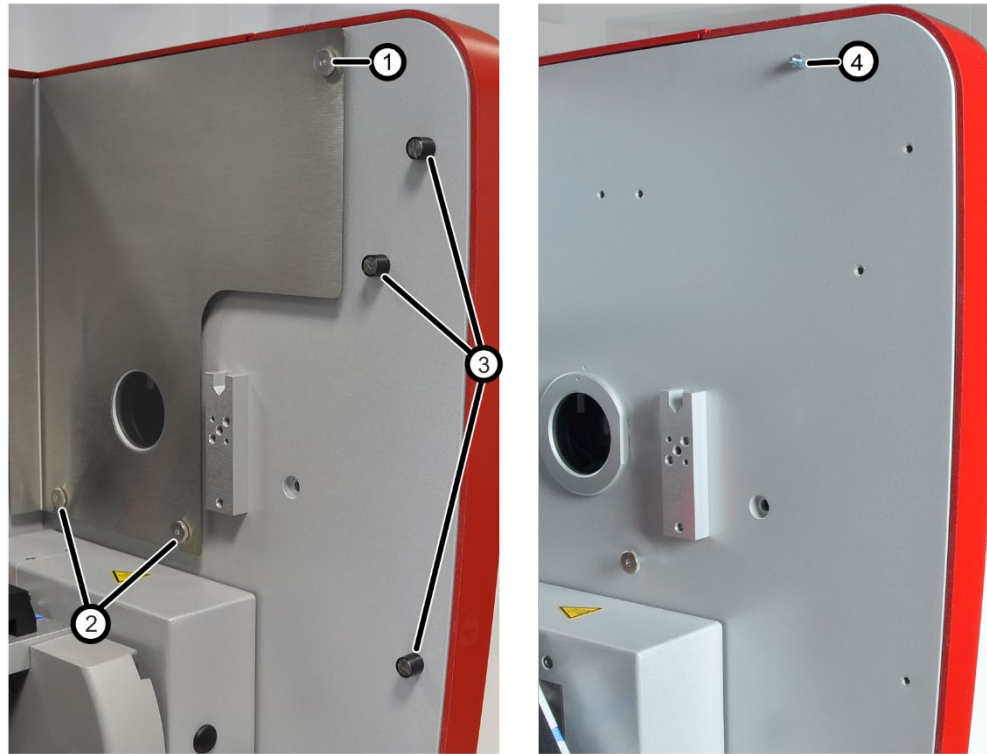

Imagen 11 Preparar el contrAA 800 D para el montaje del SSA 600
1. Retirar ambos tornillos de fijación superiores de la parte izquierda y derecha de la lámina de protección térmica (1 en Imagen 11).
2. Aflojar los 4 tornillos moleteados de la parte inferior izquierda y derecha de la lámina (2 en Imagen 11).
4. En la pared derecha del compartimento de muestras: Desenroscar los 3 pernos negros (3 en Imagen 11).
6. Quitar los 2 pernos hexagonales (4 en Imagen 11) a ambos lados del compartimento de muestras.